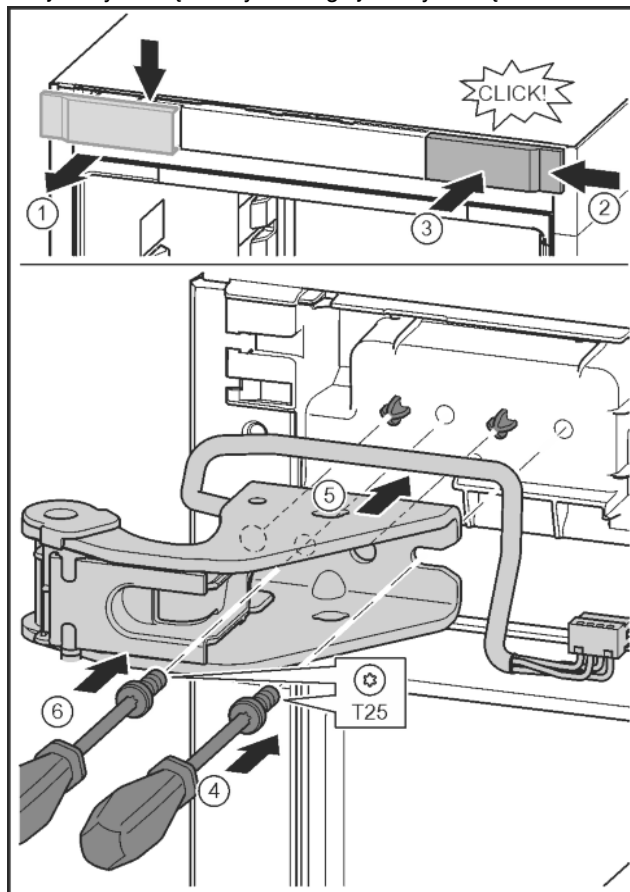

Fig. 33
- ▶ Poluzować osłonę i zdjąć w bok. Fig. 33 (1)
- ▶ Osłonę obrócić o 180° założyć z drugiej strony od prawej. Fig. 33 (2)
- ▶ Zazębnić osłonę. Fig. 33 (3)
- ▶ Śrubę założyć przy pomocy śrubokręta T25. Fig. 33 (4)
- ▶ Założyć górną płytkę zawiasu. Fig. 33 (5)
- ▶ Dokręcić śrubę. Fig. 33 (4)
- ▶ Śrubę założyć przy pomocy śrubokręta T25 i mocno dokręcić. Fig. 33 (6)